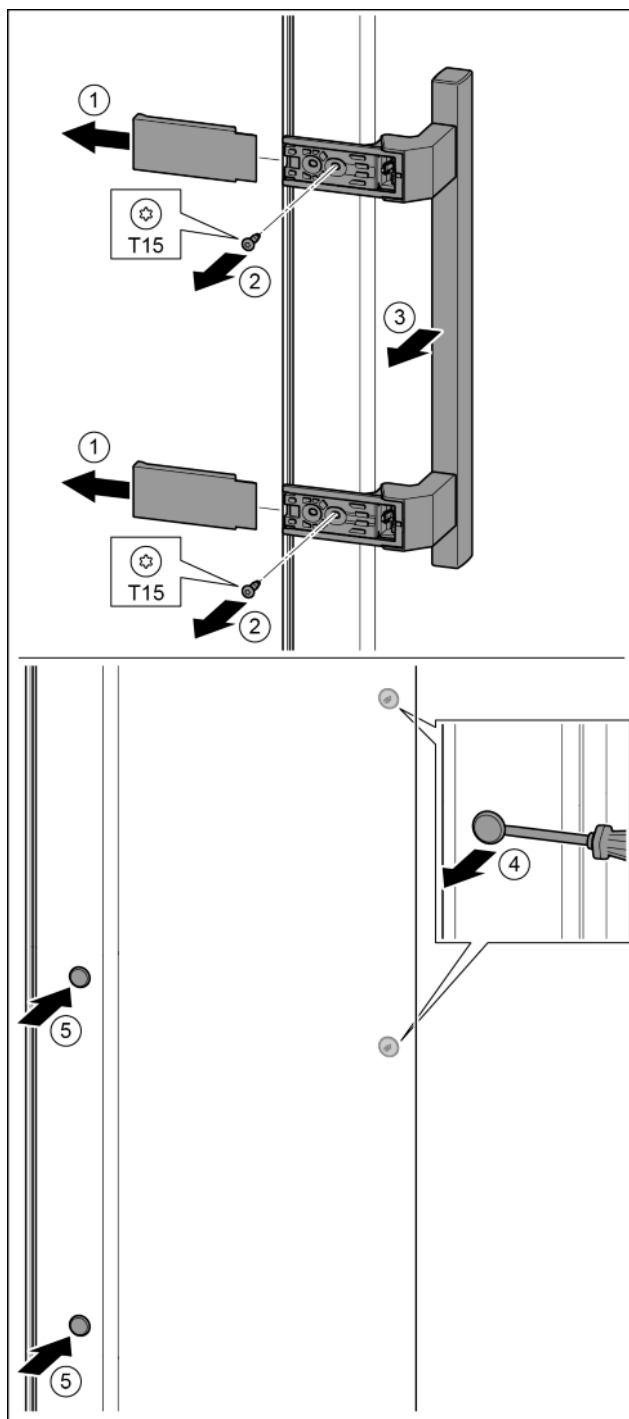

Fig. 19
- ▶ Húzza le a fedelet. Fig. 19 (1)
- ▶ T15 csavarhúzóval tekerje ki a csavarokat. Fig. 19 (2)
- ▶ Vegye le a fogantyút. Fig. 19 (3)
- ▶ Az oldalsó dugókat egy csavarhúzóval óvatosan emelje meg és húzza ki. Fig. 19 (4)
- ▶ A dugókat helyezze be a másik oldalra. Fig. 19 (5)